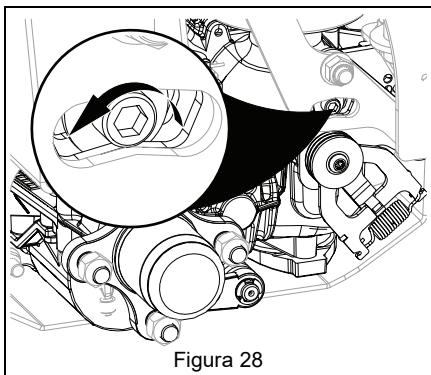

Figura 28
- Allentare la vite di ritorno in folle sul cambio. Vedere Figura 28.